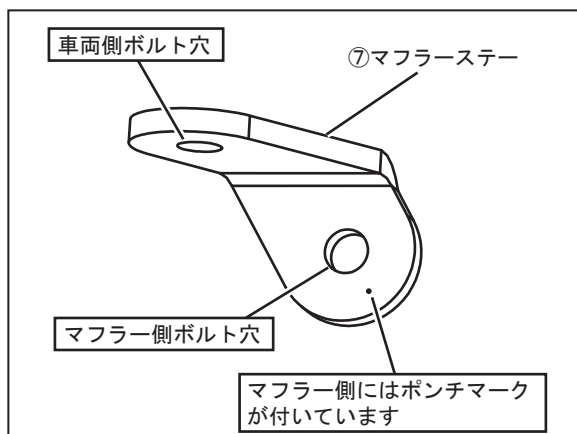

FIG. 2
3. フレームの下側に取り付けられている純正エキゾーストサポートブラケットを取り外し、純正マフラスターがついていた場所に⑦マフラスターを⑧フランジボルトM8×20を使用して仮締めして下さい。(FIG. 2, 3 参照)
⚠注意 ⑦マフラスター取り付けの際は、スターの向きに注意して下さい。目印として、マフラーを取り付けるボルト側にはポンチマークが付いています。(FIG. 2 参照)